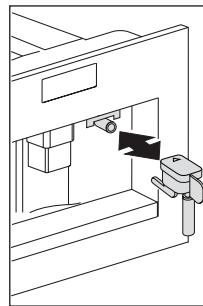

Fig. 13
- Para volver a utilizar el aparato, introduzca el surtidor de agua caliente (Fig. 13), si no está ya en su sitio y pulse el icono **OK** (B9). La pantalla muestra el mensaje "HOT WATER PRESS OK" (presión de agua caliente ok). Pulse el icono **OK** (B9) a los pocos segundos y deje que el surtidor dispense agua durante 30 segundos. Cuando se detenga la dispensación, se volverán a mostrar en la pantalla los modos básicos.